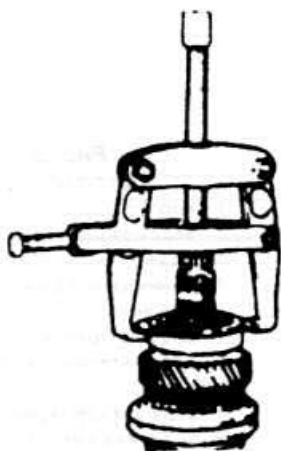

Рис. 3.20
- ♦ При помощи съемника, лапы которого должны войти в канавку наружного кольца (рис. 3.20), снимите шариковый подшипник с вала. Подшипник, снятый с вала таким образом, не пригоден к дальнейшей эксплуатации, и поэтому он должен быть заменен новым.